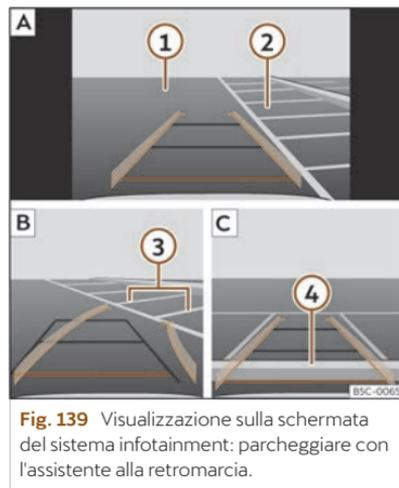

Fig. 139 Visualizzazione sulla schermata del sistema infotainment: parcheggiare con l'assistente alla retromarcia.
Legenda della >>> **fig. 139**:
- Posizionare il veicolo davanti all'area di parcheggio >>> **fig. 139** **2** **A**.